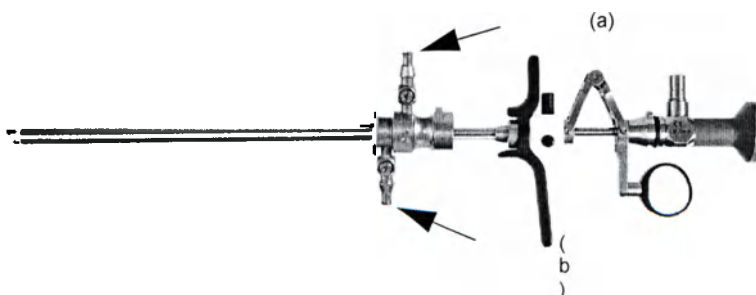

Рисунок 13: Подключение ирригационной трубки к входному и выходному порту
5. Подключить ирригационную трубку к входному порту на внутреннем тубусе (a) и к выходному порту на внешнем тубусе (b) (см. Рисунок 13).